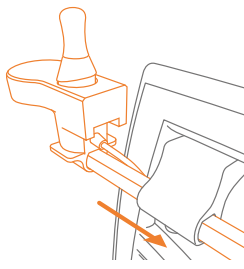

Abbildung 4: Schieben Sie die Joystick-Steuerung in die Halterung.
- b. Stecken Sie das Kabel der Joystick-Steuerung ab (falls erforderlich). Schieben Sie die Joystick-Steuerung durch das Loch in der Halterung. Vergewissern Sie sich, dass das Kabel zwischen dem Rahmen und dem Steuergerät verläuft, wie in **(Abbildung 4)** gezeigt.